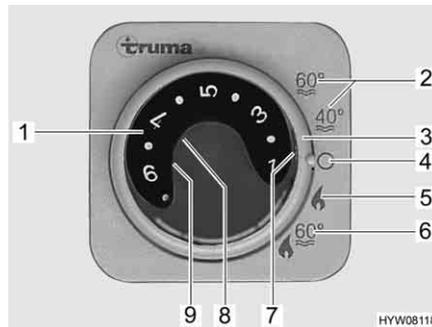

Fig. 105 Unidad de mando para la calefacción/caldera
- Ajustar el modo de funcionamiento con el interruptor giratorio (Fig. 105,3).
Según la temperatura ambiente deseada, la calefacción selecciona automáticamente la potencia de quemador necesaria. Cuando se alcanza la temperatura ambiente deseada se desconecta el quemador. En el modo de funcionamiento "calefacción y caldera" (Fig. 105,6), se calienta también el agua de la caldera. En el modo "calefacción sin caldera" (Fig. 105,5), la calefacción puede funcionar con la caldera vacía.
- Girar el botón giratorio de temperatura (Fig. 105,1) de la unidad de mando al nivel deseado.
- Situar el interruptor giratorio (Fig. 105,3) en el modo invierno "calefacción sin caldera" (Fig. 105,5) o en modo invierno "calefacción y caldera" (Fig. 105,6).
La luz de control verde (Fig. 105,7) se enciende.
- Ajustar el interruptor giratorio (Fig. 105,3) en "O" (Fig. 105,4).
La combinación de los funcionamientos a gas y con electricidad a 230 V acorta el tiempo de calentamiento del vehículo (esto sólo es posible si se ha ajustado el modo de invierno de la calefacción en la unidad de mando (Fig. 105)).